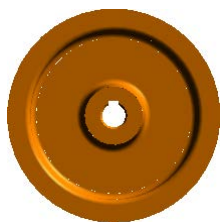

图 4.7.8 定义视图方位
(1) 单击 **图纸视图** 区域的“视图向导”按钮 ，系统弹出“选择模型”对话框。在 **查找范围(F):** 下拉列表中选择目录 D:\sest4.12\work\ch04\ch04.07，然后选择“strap_wheel”模型，单击 **打开(O)** 按钮。
(2) 此时系统弹出“图纸视图创建向导”对话框，单击 **下一步(N) >** 按钮，然后单击 **定制(C)...** 按钮，采用图 4.7.8 所示的方位，单击 **关闭** 按钮。
(3) 在“图纸视图创建向导”对话框 **图纸视图布局** 区域确认  按钮处于按下状态，然后单